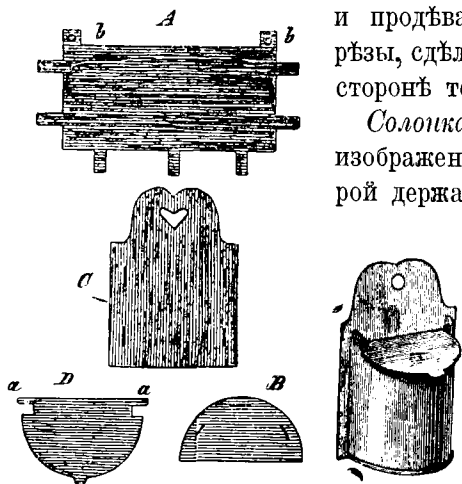

Рис. 129.
Солонка (рис. 129). На рисункѣ 129 изображена висячая солонка, въ которой держать въ кухнѣ соль, въ цѣломъ видѣ и отдѣльныя части, изъ которыхъ она составляется. Чтобы сдѣлать эту солонку, выпиливаютъ четыре пластинки такой формы, какъ показано на рисункѣ: полукруглую переднюю стѣнку (А), заднюю стѣнку (С), дно (В) и крышку (D). Длина пластинки А $4\frac{1}{2}$ сантиметра (1 вершокъ), ширина 2 сантиметра ($\frac{7}{16}$ вершка); въ маленькихъ выступахъ на углахъ b пластинки надо просверлить по круглой дыркѣ. Ширина задней стѣнки С—2,8 сантиметра ($\frac{5}{8}$ вершка),